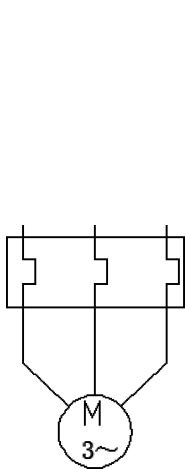

图 6-98 绘制
(7) 单击“默认”选项卡“绘图”面板中的“直线”按钮和“修改”面板中的“修剪”按钮, 在插入的 F 图块处绘制两条水平直线, 并在竖线上绘制连续线段, 最后修剪多余的部分, 如图 6-98 所示。